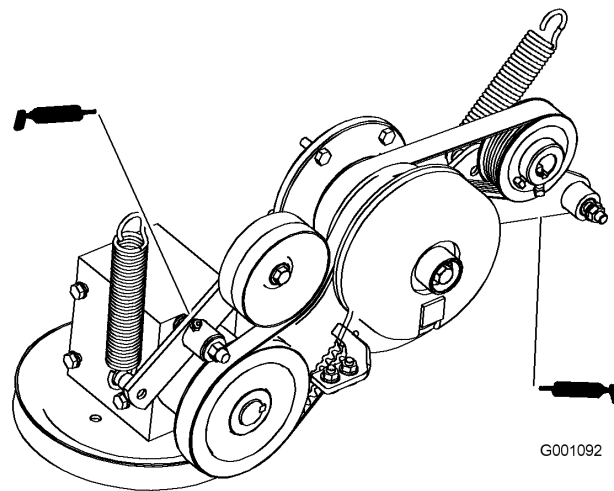

Bild 26
6. Schmieren Sie den Spannarm des Zapfwellenkeilriemens (Bild 26).
7. Schmieren Sie den Spannarm des Pumpenriemens (Bild 26).